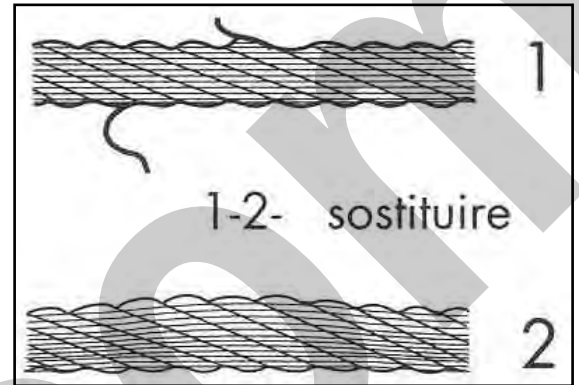

Figura 15 – Cavo da sostituire.
- un'ispezione visiva del cavo volta a stabilire l'assenza di sfilacciamenti, schiacciamenti, rigonfiamenti, piegamenti ecc. (Figura 15).